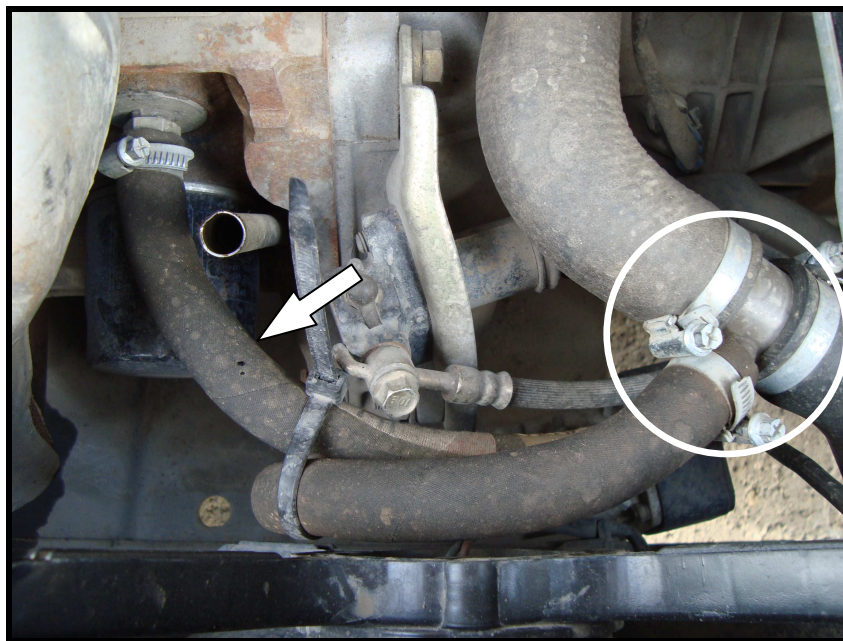

Рис. 3. Монтаж входного и выходного рукава, тройника Ø35×35×16.
3.11. Свободный конец выходного рукава одеть на штуцер в заглушке блока цилиндров и зажать хомутом (Рис.3).
3.12. Разрезать нижний рукав радиатора примерно в средней части на прямом участке. Предварительно место реза уточнить, для чего одеть свободный конец входного рукава на боковой отвод тройника и выполнить примерку. Вставить тройник Ø35x35x16 в разрез и уплотнить соединения хомутами (Рис.3).